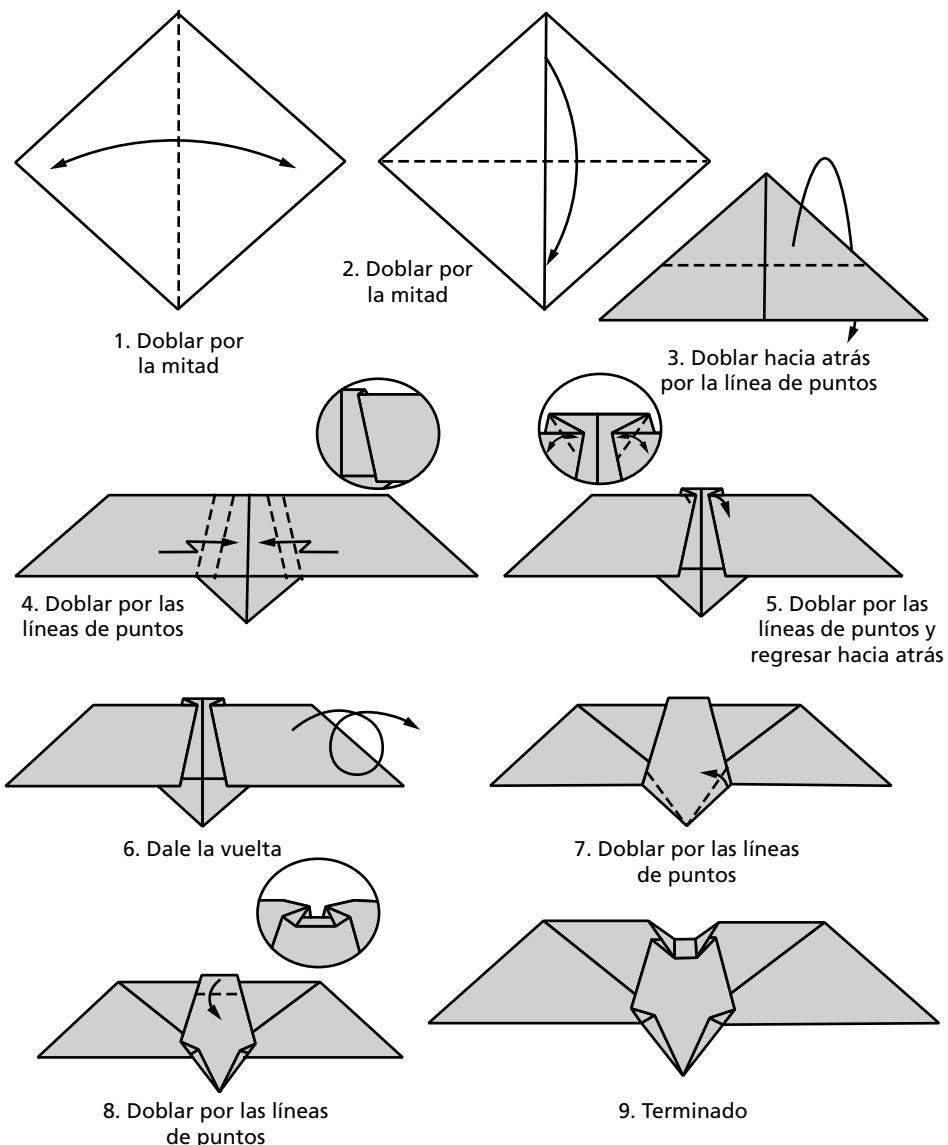

Fig. 7.26 Murciélagos
8. Pasos para confeccionar un murciélagos (fig. 7.26).